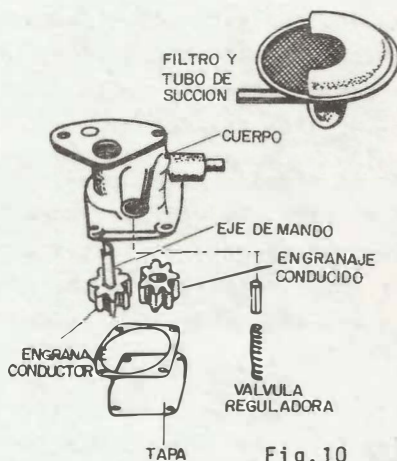

Fig.10
-Válvula reguladora de presión, dispositivo que automáticamente limita la presión del aceite en el sistema de lubricación (fig. 10).